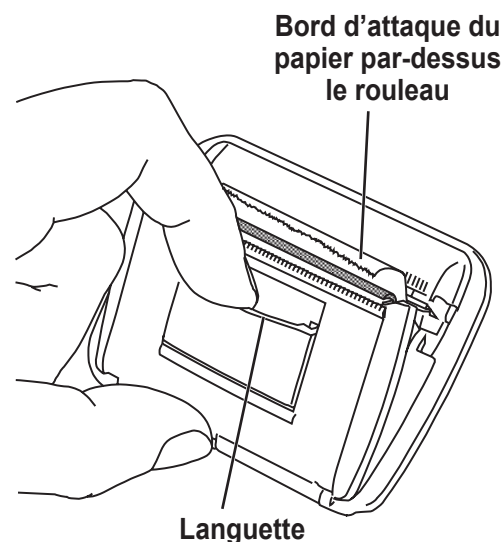

Figure 9
1. Enlevez le couvercle de l'imprimante en tirant sur la languette, comme illustré sur la Figure 9.